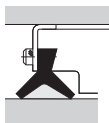

图1 安装配件SE、SEB型的滑动片
- (1) 因防尘不充分而侵入LM滚柱滚动块滚动面的异物很难除去, 而且它会严重损伤滚动面或LM滚柱表面, 因此在防尘上要特别注意。
- (2) LM滚柱滚动块安装配件SE和SEB型, 各配有特殊橡胶制刮片, 因而能获得很好的防尘效果。如图1所示装配组装零件时, 在双凸缘间封入润滑脂, 能进一步提高功效。